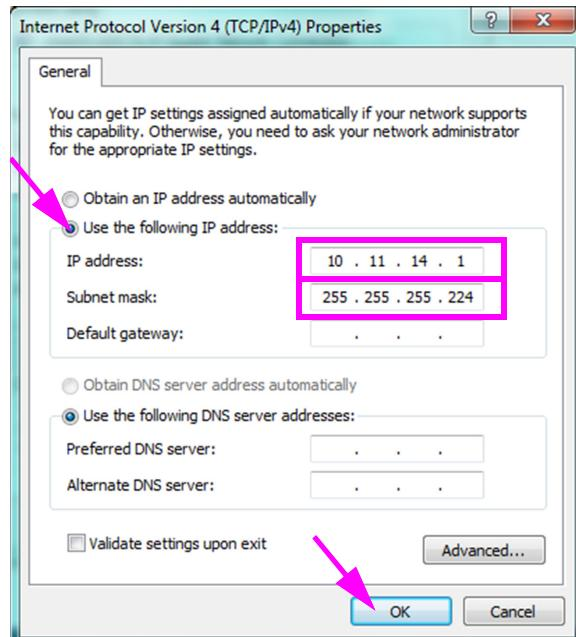

**Figure 2-41. GeneXpert Connection Properties screen
7. Sélectionner **Properties (Propriétés)** dans le menu déroulant. L'écran montré dans la Figure 2-41 s'affiche.